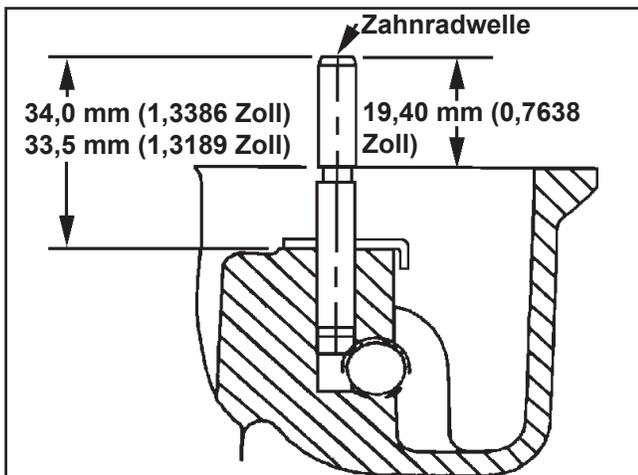

Abbildung 10-14. Tiefe Druck Achse Drehzahlregler.
3. Die Drehzahlreglerwelle sorgfältig untersuchen und nur dann austauschen, wenn diese beschädigt ist. Nach der Entfernung der beschädigten Welle die Ersatzteilwelle mit leichten Schlägen in die Verschlussplatte auf die in Abbildung 10-14 gezeigte Tiefe drücken.